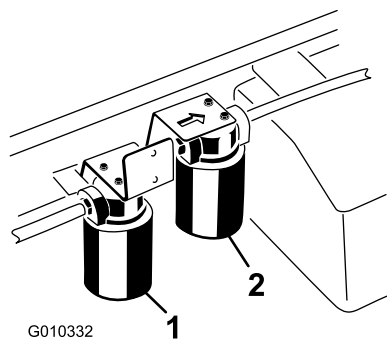

Figura 70
2. Pulite la superficie circostante il filtro. Collocate una bacinella di spurgo sotto il filtro, e togliete il filtro (Figura 70).
1. Pulite la superficie circostante il filtro ad alto flusso (Figura 70). Collocate una bacinella di spurgo sotto il filtro, e togliete il filtro.